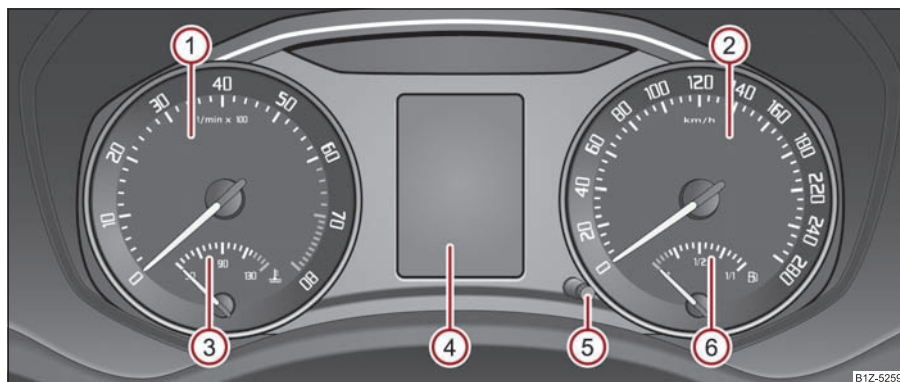

Fig. 15 Cuadro de instrumentos
La zona roja en el cuentarrevoluciones ① ⇒ fig. 15 marca el número de revoluciones máximo admitido para todas las marchas del motor rodado y a temperatura de servicio. Antes de alcanzar el sector rojo de la escala del cuentarrevoluciones, cambie a la siguiente marcha superior. La unidad de control del motor limita el régimen del motor a un valor límite seguro.
El indicador de la temperatura del líquido refrigerante ③ ⇒ página 15, fig. 15 funciona sólo con el encendido conectado.
El indicador del nivel de combustible ⑥ ⇒ página 15, fig. 15 funciona sólo con el encendido conectado.
Mantenga pulsado el botón de reposición ⑤ ⇒ página 15, fig. 15 durante aprox. 1 segundo. El cuentakilómetros parcial volverá a cero.
La puesta a cero también puede realizarse de la siguiente forma: Pulse el botón (5) ➔ página 15, fig. 15, manténgalo pulsado, conecte el encendido, suelte el botón y gírelo a la izquierda o derecha.
El reloj se pone mediante el botón (5) ➔ página 15, fig. 15.